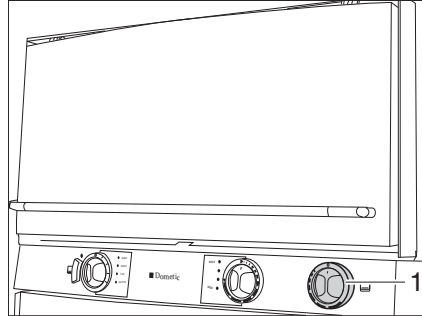

Fig. 192 Four à gaz (Dometic)
- Appuyer légèrement sur le bouton tournant (Fig. 192,1) et le tourner vers la gauche sur la position souhaitée.
- Tourner le bouton tournant (Fig. 192,1) sur "O". La flamme s'éteint.